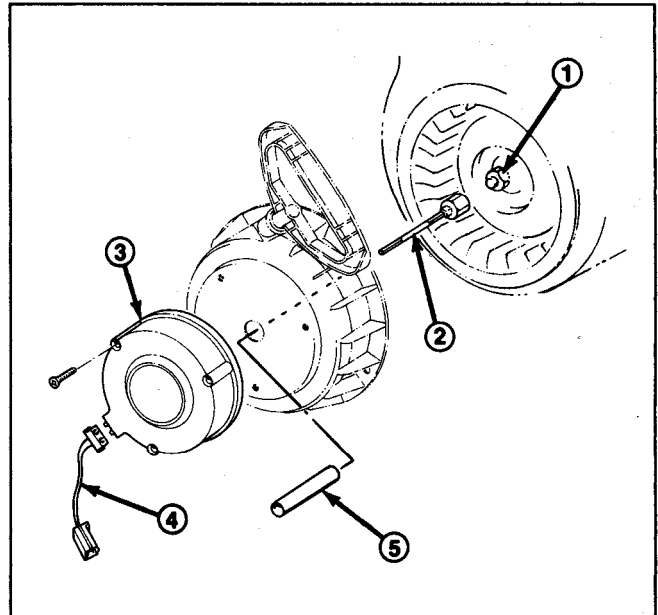

Figure 4
4. Repérez les amorces de perçage (3) sur le devant du boîtier (Fig. 4).